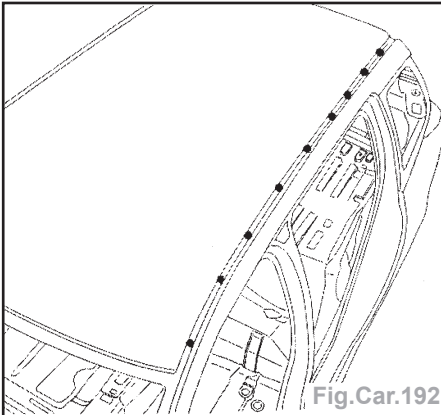

Fig.Car.192
- par points électriques (avec l'équipement AB1) (Fig.Car.192 et 193).